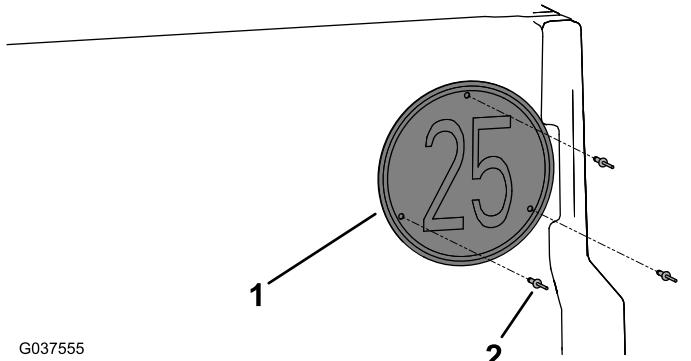

图 18
4. 如 图 18 所示用 3 个弹伸铆钉 3/16 x 15/16 英寸将速度面板安装到尾门上。